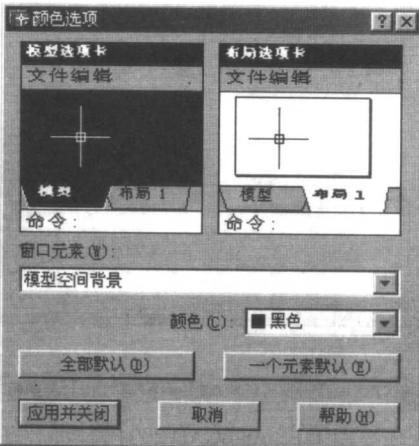

图 1-3 “颜色选项”对话框
③ 在“窗口元素”选项区域中，单击“颜色”按钮。弹出“颜色选项”对话框，如图 1-3 所示。